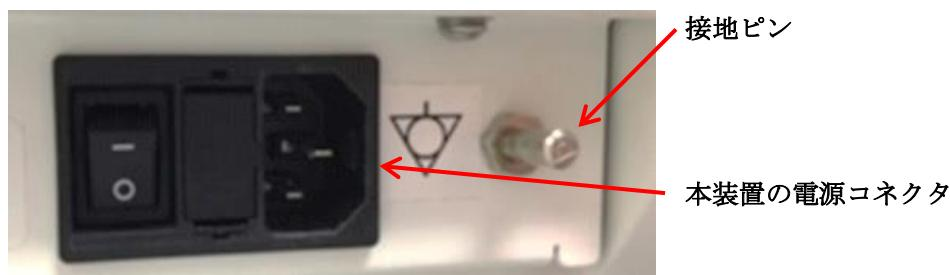

図 74：接地ピン
- 静電気が安全なワークステーションでのみ、かつ接地されたリストストラップ（0.8~1.5 Mohmの抵抗以上の抵抗器付き）を装着している場合のみ、接地コードが本装置のカートの後面下部にある接地ピン（図74を参照）又は同等の接地ソースに接続されている状態で、静電気の影響を受けやすい部品及び組立品をその静電遮蔽袋から取り出す。